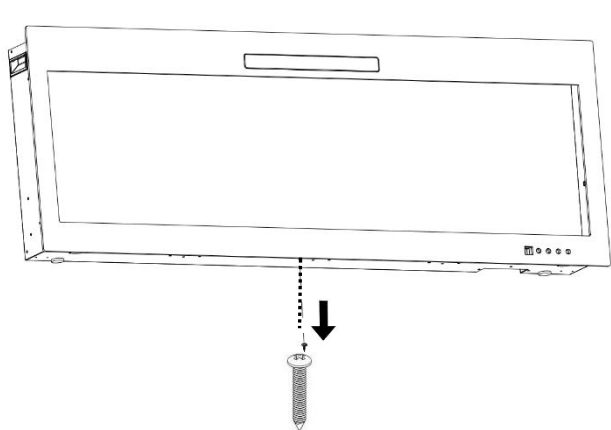

Fig. 4-1
A. Fjern den sølvfarvede skrue i bunden af apparatet. (**Fig. 4-1**). Læg skruen til side.